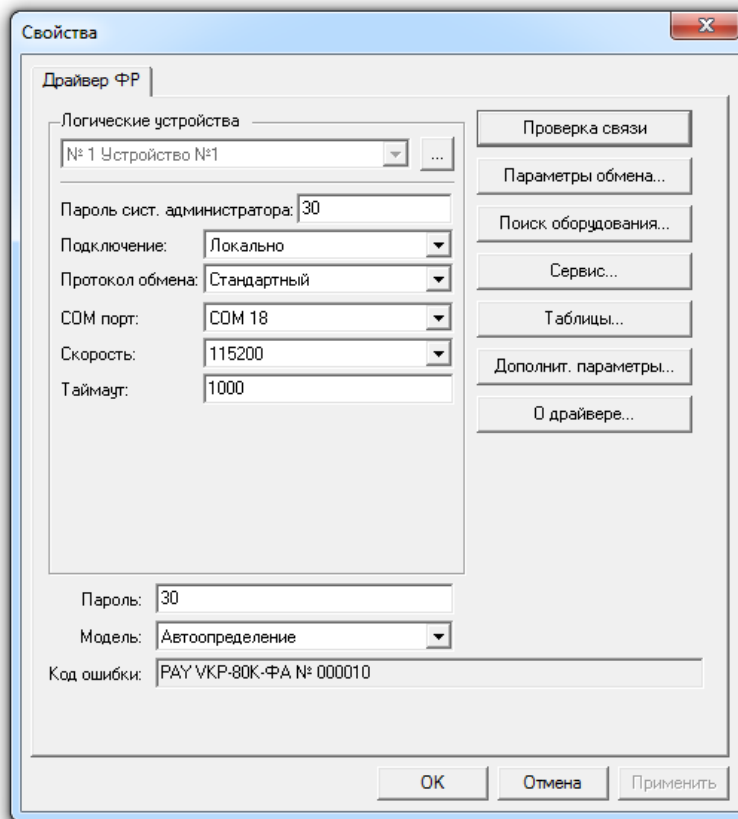

Рисунок 58
6.3.1 Запустите «Тест Драйвера ФР». Выбор COM-порта осуществите в соответствии с конфигурацией компьютера (Рисунок 58).